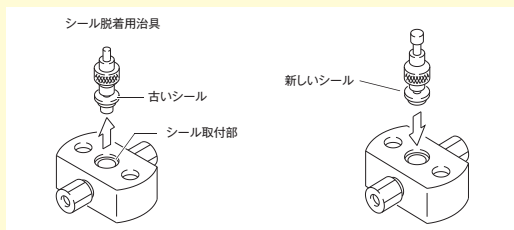

図3 古いシールの取出し 図4 新しいシールの取付け
- ④ シール脱着用具（機種により形状が異なります）を用いて古いシールを取り出します（図3）。シール脱着用具は、両端の形状が異なり（古いシール用と新しいシール用）、間違えないようにしてください。
- ⑤ 清潔なガーゼに2-プロパノールを浸して、ポンプヘッド内側とシール取付部に付着しているシールカスなどを拭き取ります。ただし、緩衝液使用時には、最初に水で拭き取ってください。